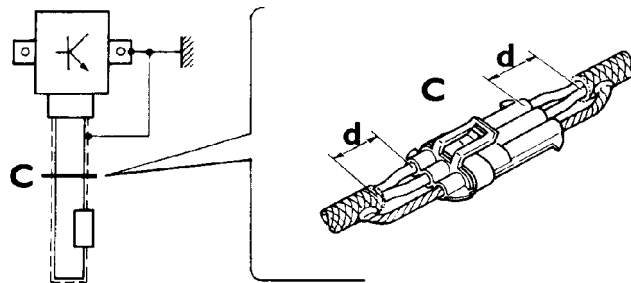

Figura 8
- La malla metálica de los circuitos protegidos debe estar en contacto eléctrico con cada una de sus extremidades con los componentes del sistema. Solamente una de las extremidades de la malla está conectada a masa. El trecho descubiero de la malla (figura 8, página 11) al nivel de los conectores de empalme, debe ser lo mas corto posible.